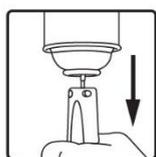

Bild 1
- Håll apparaten upp och ner och sätt in butangasens påfyllningsmunstycke vertikalt i gasens påfyllningsventil (**Bild. 1**). Tryck ner butangasens påfyllningsmunstycke i gasens påfyllningsventil tills apparatens bränsletank är full (flytande gas kommer att undkomma från gasens påfyllningsventil).